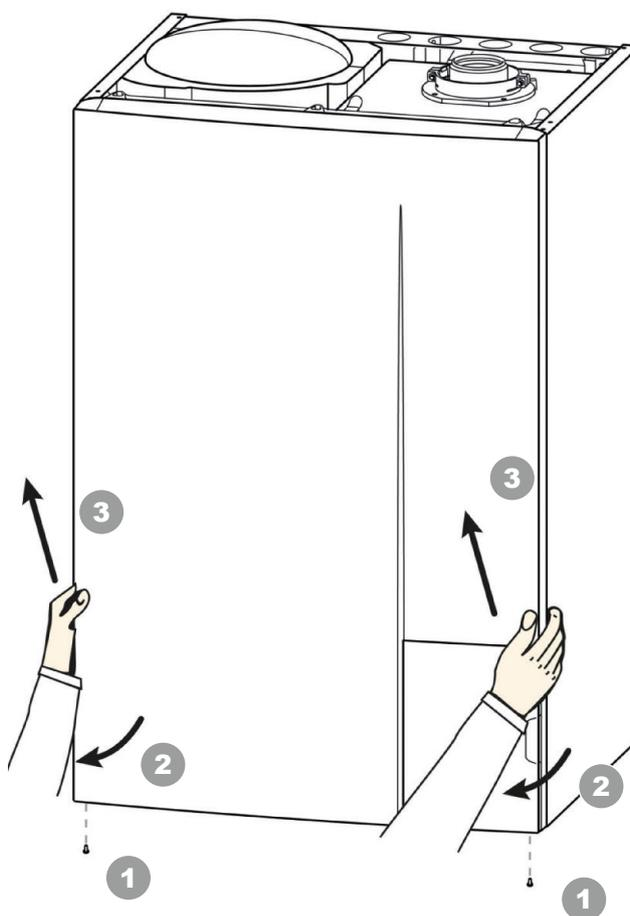

fig. 26 - Dépose de la façade
- Déposer la façade (fig. 26, page 45).